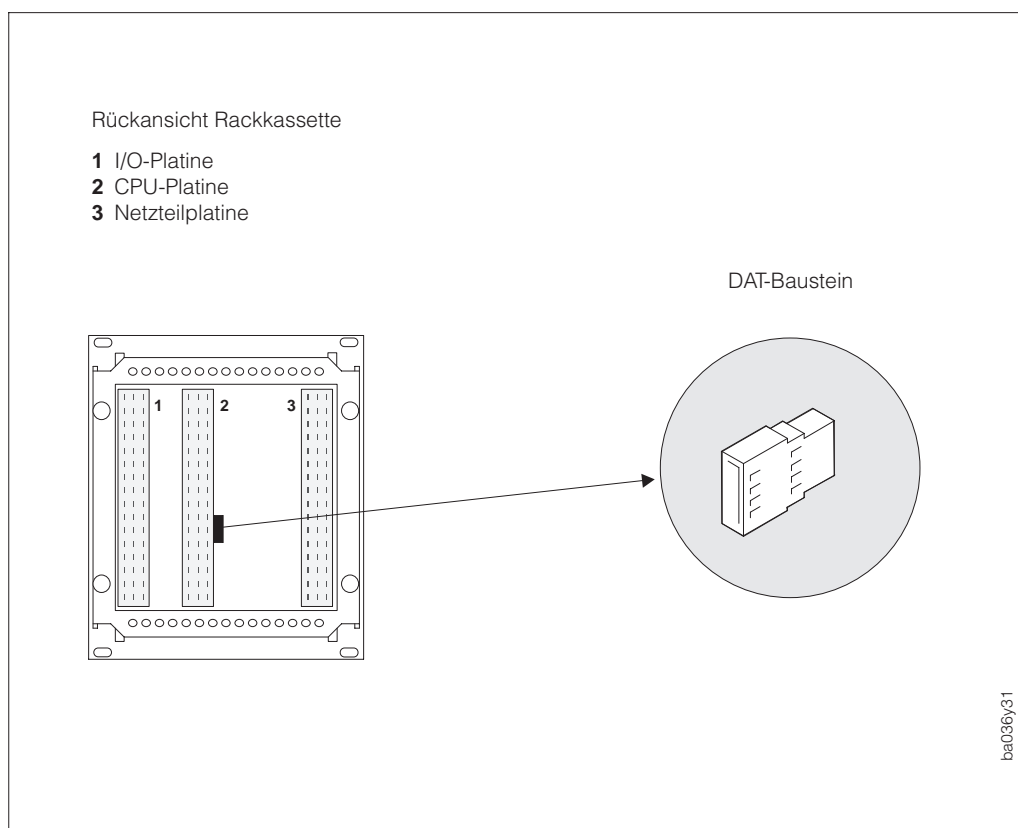

Abb. 19
3. Blau gefärbten DAT-Baustein von der CPU-Platine direkt abziehen, austauschen und wieder einstecken (s. Abb. 19):